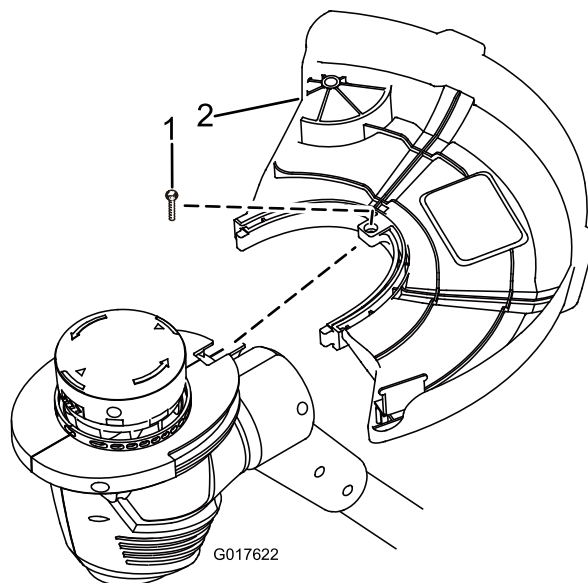

Figure 3
1. Glissez le déflecteur sur la base de la débroussailleuse, comme illustré à la Figure 3.